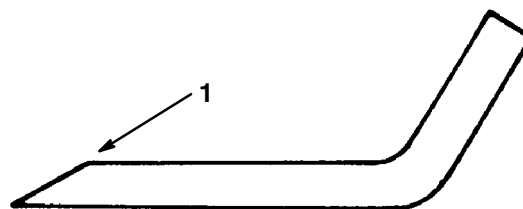

Figure 33
1. Au moyen d'une lime, aiguiser les arêtes de coupe aux deux bouts de la lame (Fig. 33) en veillant à conserver l'angle de coupe d'origine. Limer la même quantité de métal sur chacune des deux arêtes pour ne pas déséquilibrer la lame.